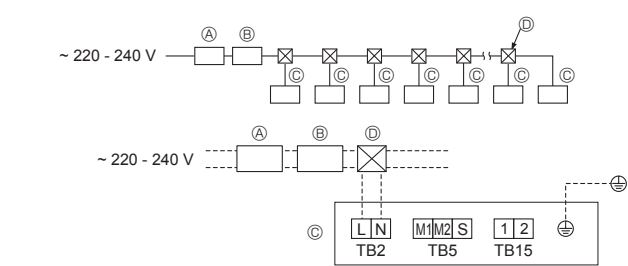

Fig. 5-4
5.2. Power supply wiring (Fig. 5-4)